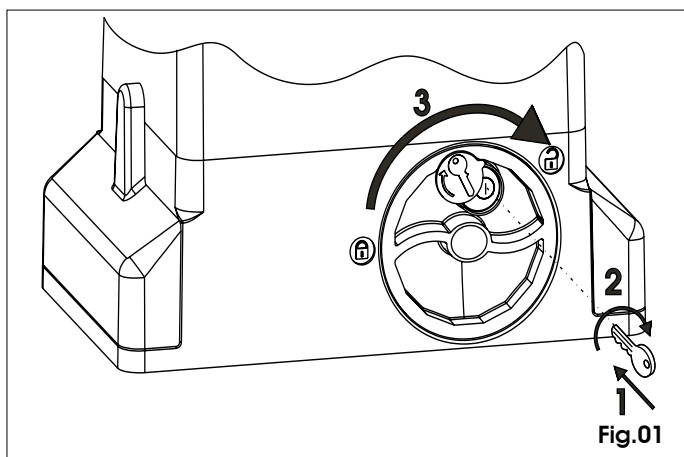

Fig.01
- 1) Introduire la clé spécifique fournie et la tourner dans le sens des aiguilles d'une montre d'après la Fig. 01 réf. 1 et 2.
- 2) Tourner le système de déverrouillage dans le sens des aiguilles d'une montre jusqu'à l'arrêt mécanique, Fig. 01 réf. 3.